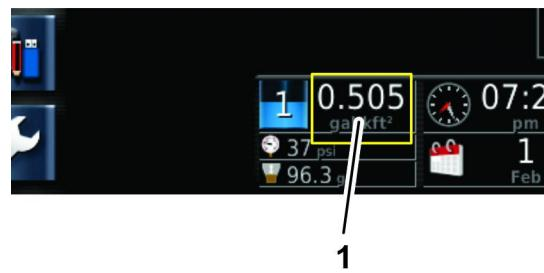

Figure 142
3. Attendez que le débit d'application demandé s'affiche sur le tableau de bord (Figure 142).